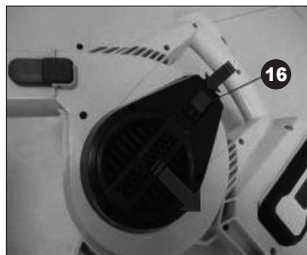

Рис. 1
- Снимите крышку вентилятора, нажав кнопку разблокировки (16) (рис.1)